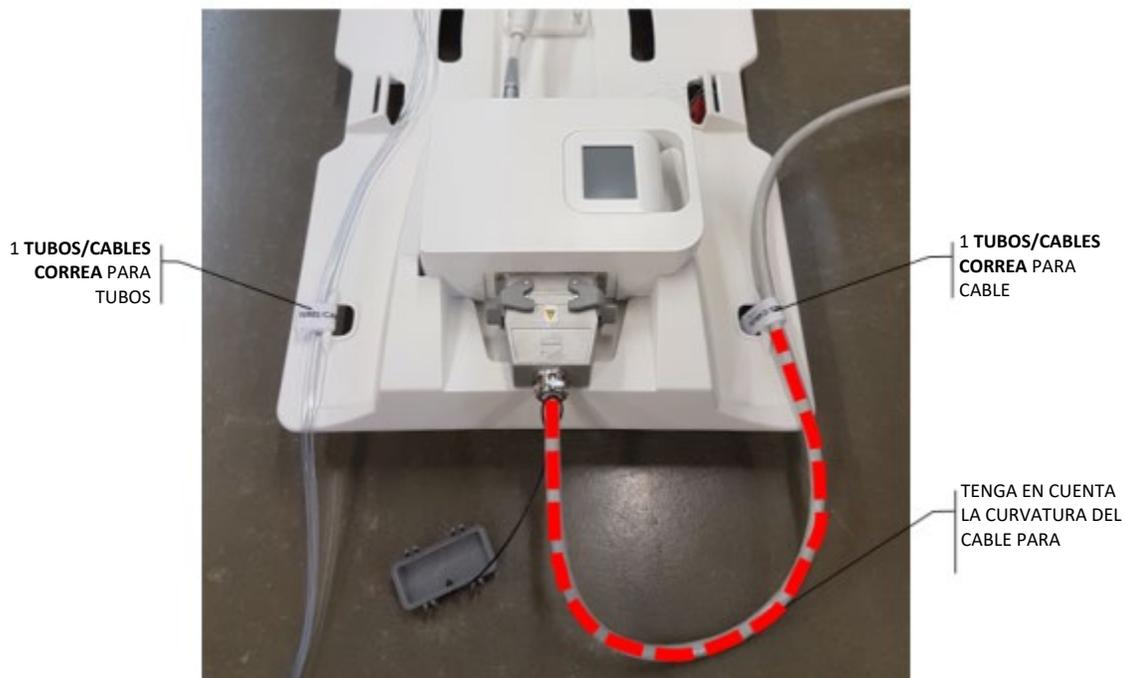

Figura 26: Correas para tubos y cables de la placa base: una para los juegos de tubos y otra para el cable de RF
4. **Tecnólogo en IRM:** Utilice correas para tubos y cables para manejar los tubos de fluidos y el cable blanco de radiofrecuencia como se muestra en la *figura 26*. Deje algo de holgura para permitir que los cables se deslicen libremente y reducir el riesgo de tropiezos. Asegúrese de que ningún cable, tubo u otro material pueda quedar atrapado mientras la mesa de IRM esté en movimiento.